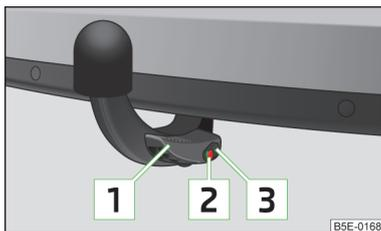

Fig. 140
- ✓ La leva **1** si trova completamente spinta verso l'alto » fig. 140.